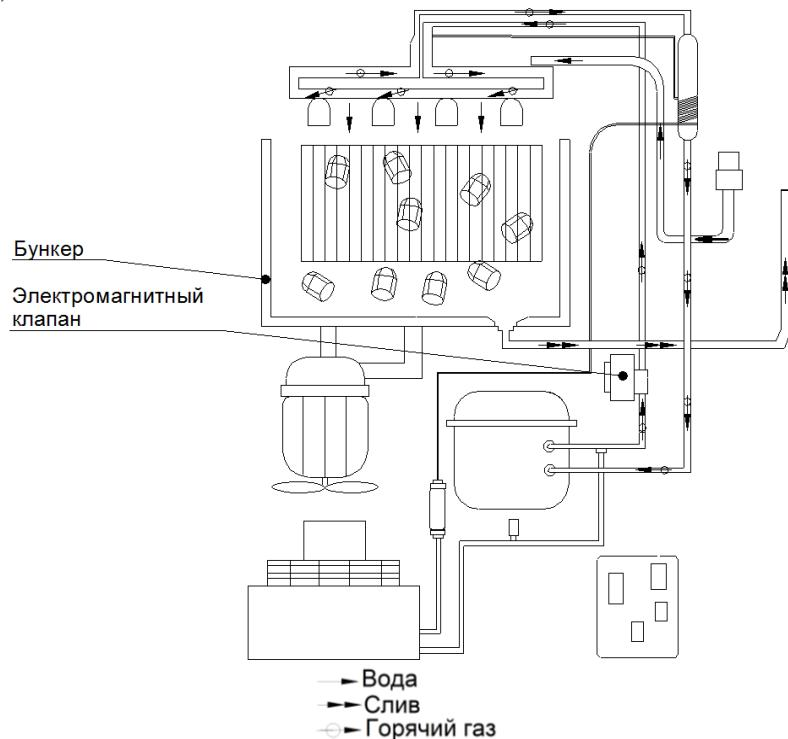

Рис. 4 Схема режимов работы льдогенератора ЛГ-24/06К-02
1. Режим ЗАПОЛНЕНИЯ ВАННЫ ВОДОЙ (рис. 3а, рис. 4а).
2. Режим ЗАМОРОЗКА (рабочий режим) (рис. 3б, рис. 4б).
3. Режим **ОТТАЙКИ и ВЫДАЧИ ЛЬДА** (режим разгрузки льда из стаканов испарителя) (рис. 3в, рис. 4в).